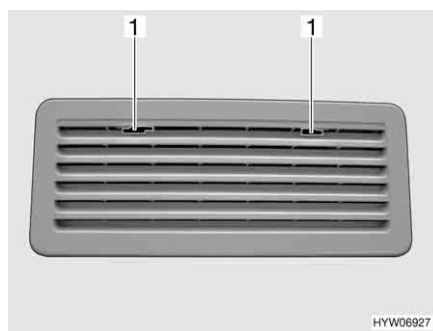

Fig. 115 Griglia di aerazione del frigorifero (Thetford)
- Spingere verso il centro l'arresto (Fig. 115,1).